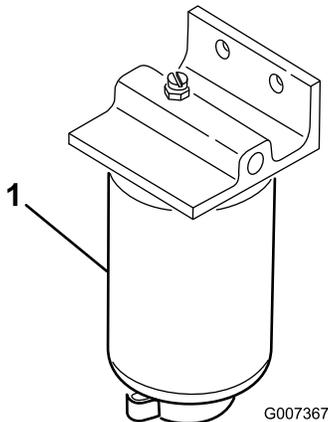

Figura 61
1. Coloque un recipiente limpio debajo del filtro de combustible(Figura 61).